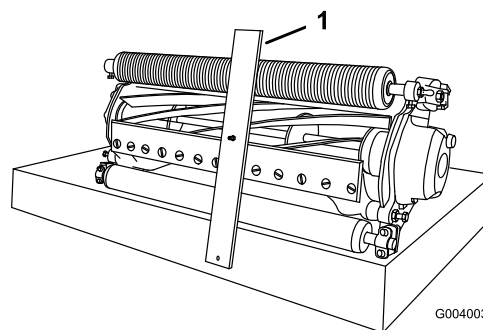

Figure 55
3. Accrochez la tête de la vis sur le bord tranchant de la contre-lame et appuyez l'arrière du gabarit contre le rouleau arrière (Figure 55).